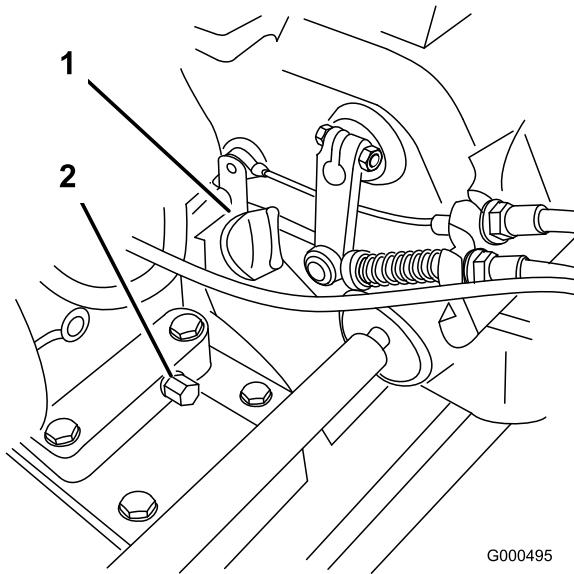

Figura 22
1. Posizionate il tosaerba in modo che il motore sia a livello, e pulite attorno al misuratore del livello dell'olio (Figura 22).
- Collocate una bacinella sotto il tappo di spurgo, dietro la macchina (Figura 22). Togliete il tappo di spurgo.